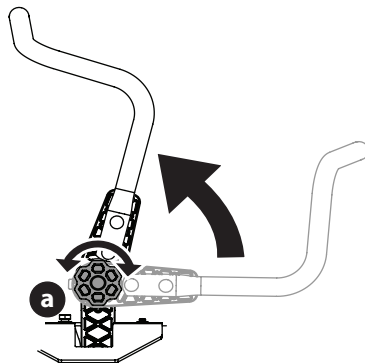

Figure 13
1. Tournez le bouton (a) vers la gauche pour le desserrer (Figure 13).
- Tournez le bouton vers la droite pour fixer la barre de conduite (Figure 13 à la page 85).